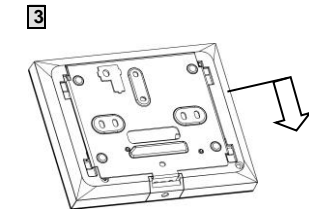

Fig.1
- Sganciare la tastiera dalla staffa a muro facendola slittare (Fig. 1).